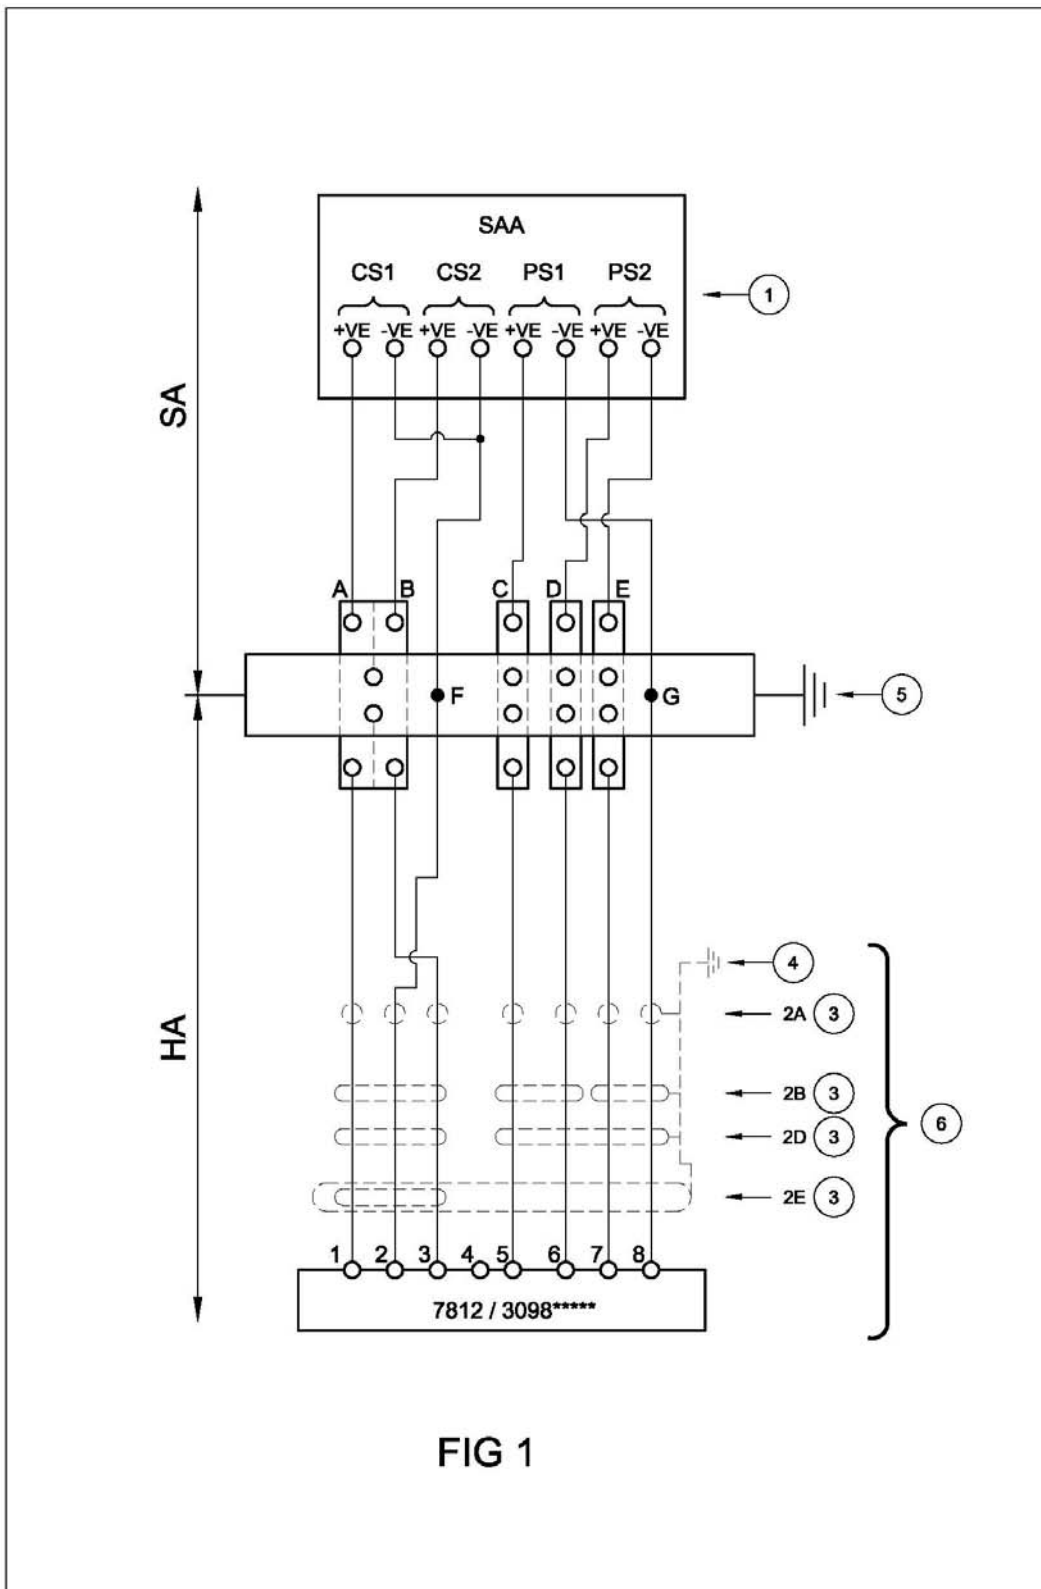

FIG 1
- Figure 1 - Câblage système pour barrières à diodes shunt trifilaires